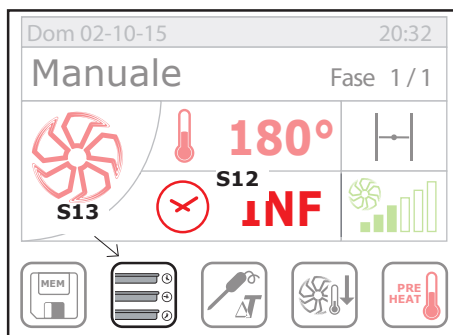

fig. 30
Selezionare la modalità **RACK CONTROL** premendo il relativo tasto **S13** fig. 30;
**Nota:** non è possibile memorizzare i valori dei vari livelli in modalità **RACK CONTROL**, tuttavia nel caso di uscita accidentale da questa modalità è possibile (senza aver modificato i valori di cottura) riaccedervi con la pressione del tasto **S13 fig. 30 pag. 24** senza perdere i valori impostati sui vari livelli.